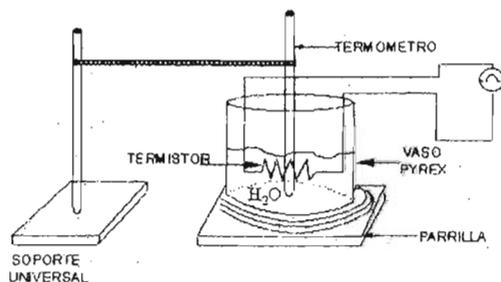

Figura 3.19.
- p) Arme el dispositivo que se muestra en la figura 3.19.